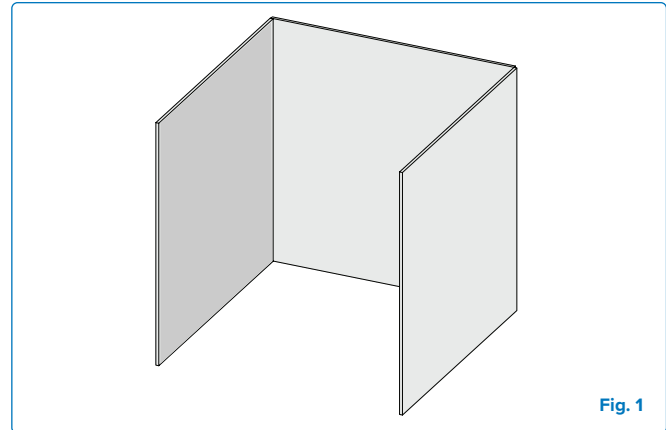

Fig. 1
- Un aparato se considera al aire libre si se instala en un refugio con no más que paredes en tres lados, pero sin cubierta superior. (Fig 1)